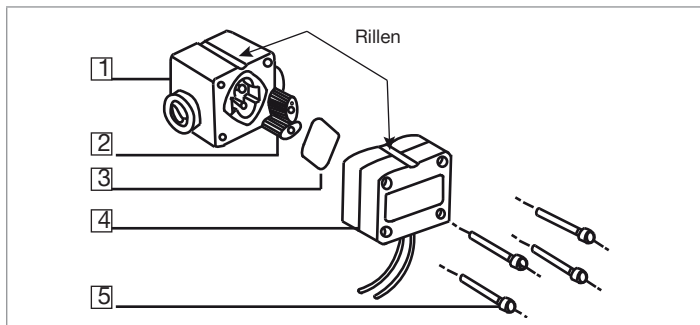

Bild 6 Explosionszeichnung des Gerätes
- Die 4 Schrauben (Marke 5 Bild 6) lösen und den Deckel mit Elektronikmodul (Marke 4 Bild 6) abnehmen.
- Die Dichtung (Marke 3 Bild 6) entfernen.
- Die Räder herausnehmen (Marke 2 Bild 6).
- Die Dichtung (Marke 3 Bild 6) wieder einsetzen.
- Den Deckel (Marke 4 Bild 6) wieder aufsetzen, dabei die Rille des Deckels auf diejenige des Gehäuses ausrichten.
- Die 4 Schrauben (Marke 5 Bild 6) vorsichtig, um das Gehäuse nicht zu beschädigen, mit folgendem Anzugsdrehmoment über Kreuz festziehen: